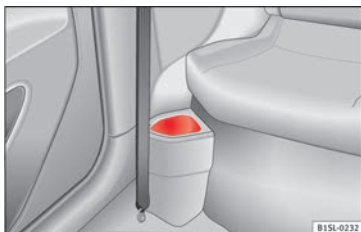

Fig. 127 Davanti ai sedili posteriori: portaoggetti.
- Davanti ai sedili posteriori » **fig. 127**.